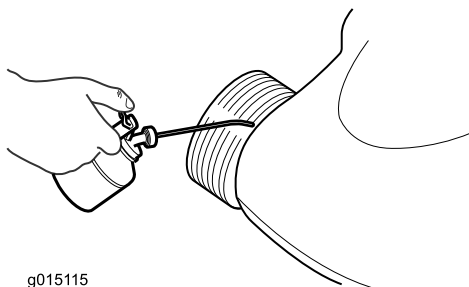

**Figura 16**
- Pulite il sottoscocca del tosaerba. Togliete morchia e sfalcio con un raschietto / una spazzola di legno duro (Figura 16).